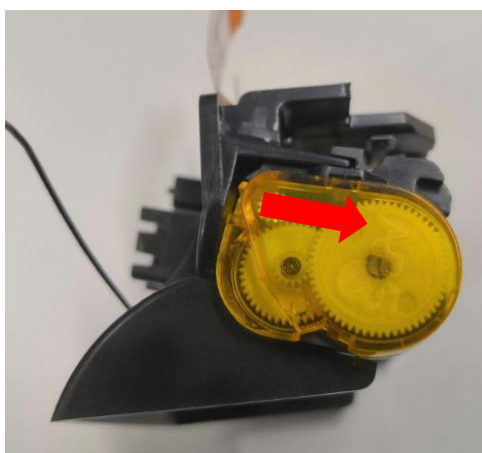

Рисунок 25. Демонтаж ТПМ из основания принтера.
9. Установить ТПМ в основание принтера до характерного щелчка фиксаторов (ориентация принтера не позволит установить его неправильно), направив шлейф ТПМ через специальное отверстие в основании (**Рисунок 25**).